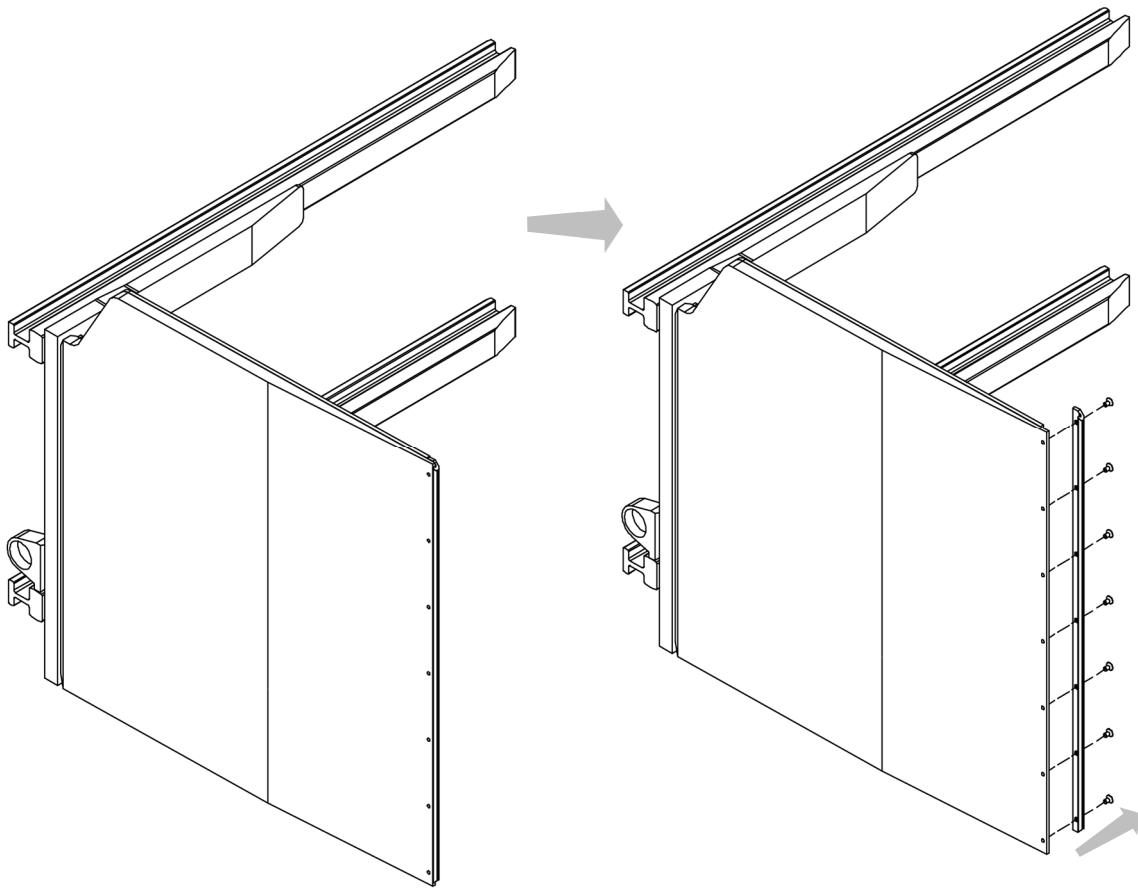

Figura 90
2. Extraer las puntas de protección desatornillando los tornillos que las unen a las mordazas (ver Figura 90).